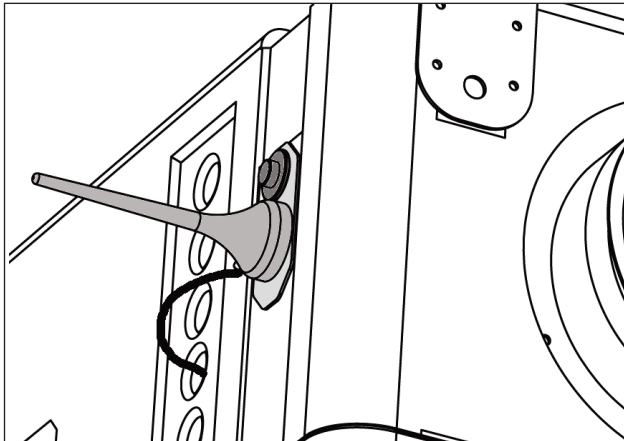

fig. 14
- Fissare la piastrina metallica con la vite ad elica fornite in dotazione all'antenna, a fianco dell'ingresso cavi (fig. 14).
- far passare il filo dell'antenna attraverso il foro passacavo cieco, aprendolo praticando un piccolo intaglio (fig.14).
- Pass the antenna wire through a blind hole opened by a little incision in the plastic material (fig.14).